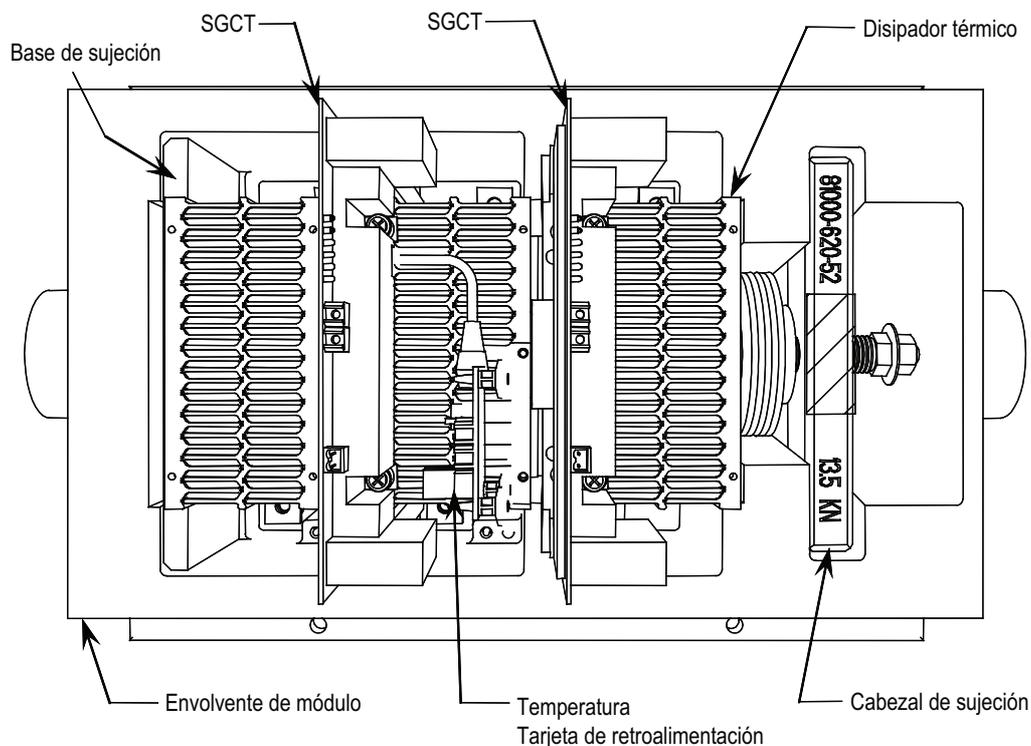
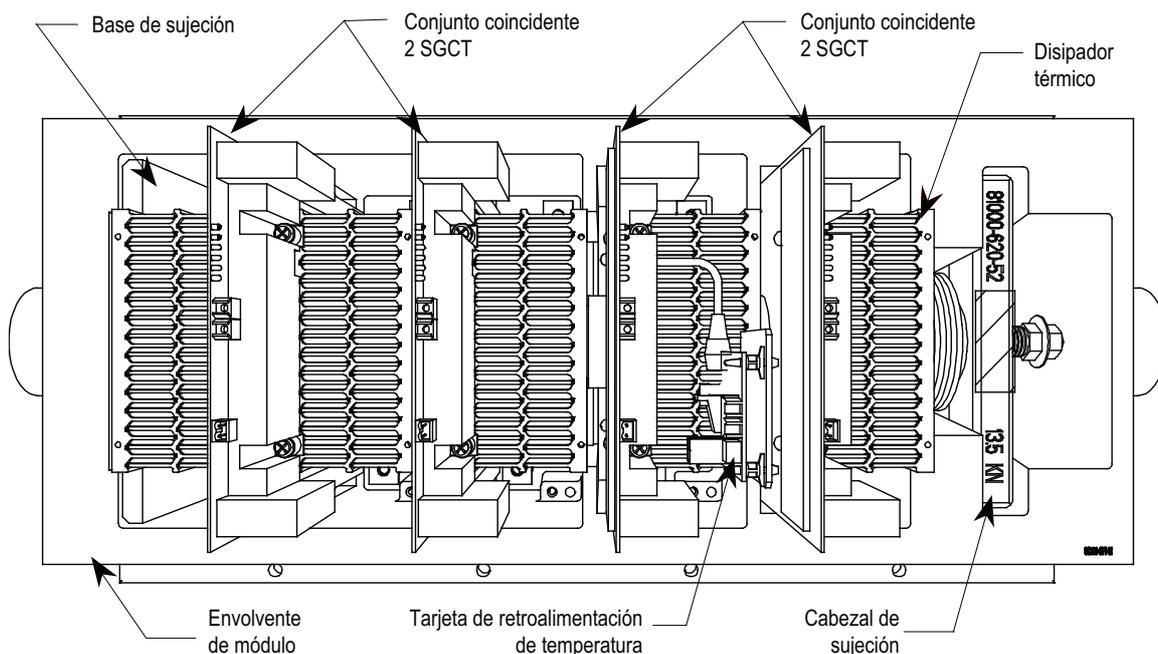
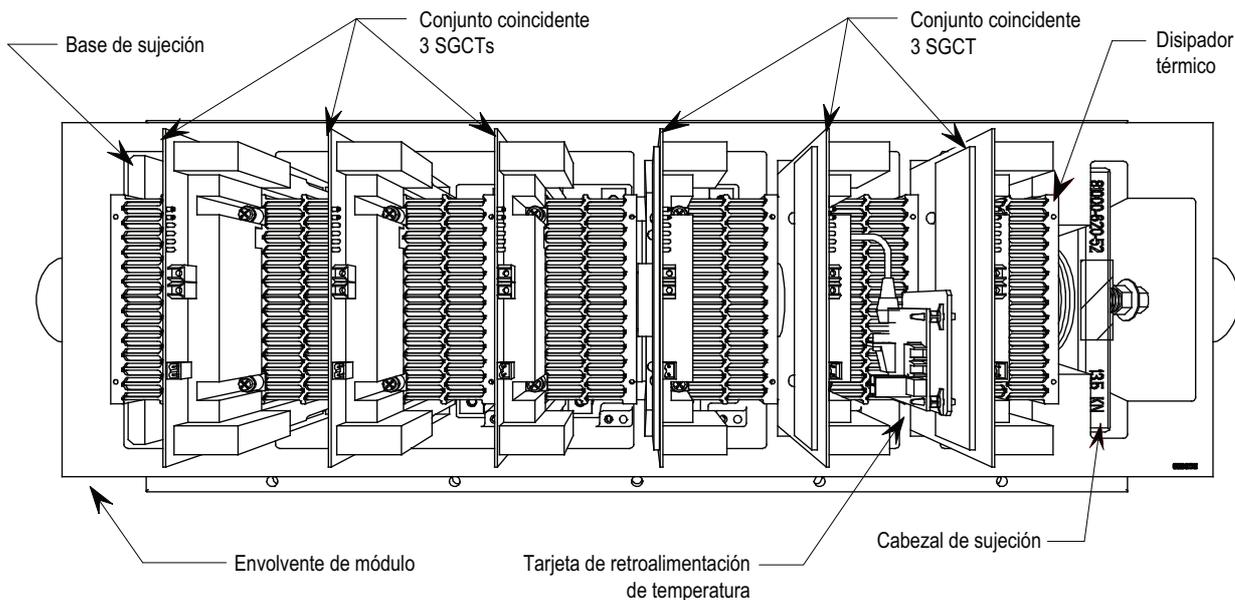

Figura 29 – PowerCage de 2 dispositivos
Figura 30 – PowerCage de 4 dispositivos (modelo estándar)
Figura 32 – PowerCage de 6 dispositivos
4. Retire el dispositivo (SGCT o SCR) del disipador térmico con el sensor térmico (consulte la Figura 29, Figura 30, o Figura 32 en la página 53).